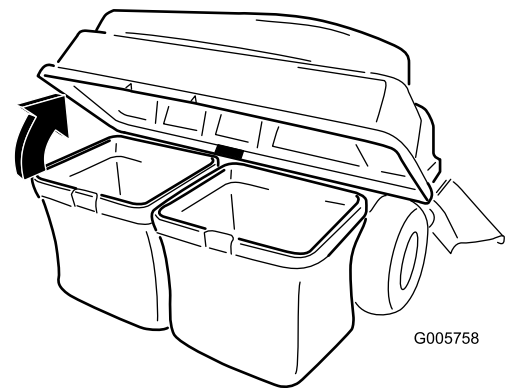

Figura 30
3. Alzate il coperchio del sistema di raccolta per aprirlo (Figura 30).